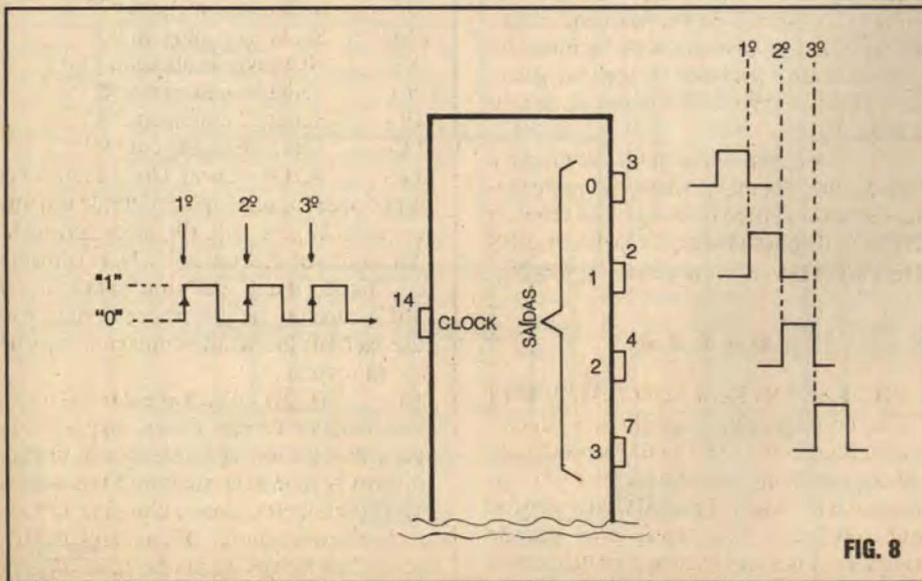

FIG. 8
- FIG. 8 - DETALHANDO O FUNCIONAMENTO DINÂMICO DO 4017... - "Lá dentro" do Integrado, as "coisas" se passam de forma bastante complexa... Já externamente, as manifestações e funcionamento do **4017** são simples e fáceis de compreender... À sua entrada de Clock são aplicados os *pulsos* (na forma de um "trem" de níveis alternados, "0" e "1" em Frequência de até uma dezena de Megahertz, ou ainda de forma "individual", pulso a pulso - veremos detalhes sobre a "geração" desses pulsos, na próxima "Aula"...) que devem ser contados/decodificados... A cada transição *ascendente*, ou seja: cada vez que o estado na Entrada passa de "0" para "1", o complexo arranjo interno do Integrado "reconhece" o *incremento de um número*, imediatamente indicando-o através da "positivação" (transição de "0" para "1" da Saída de Contagem correspondente, sempre *pela ordem numérica*...
Dessa forma, enquanto *nenhum* pulso for aplicado à Entrada (pino 14), estará em "1" apenas a *primeira* Saída (pino 3, correspondente ao "0" decimal...). Logo que seja aplicado o *primeiro* pulso, apenas se manifestará com "1" a *primeira* Saída (pino 2, correspondente ao "1" decimal...). No *segundo* pulso, o nível no pino 4 eleva-se para "1"... No *terceiro* pulso, é o pino 7 que passa a apresentar nível "1", e assim por diante, até que se manifeste em "1" apenas a Saída decimal "9" (no pino 11), e desde que os pulsos se sucedam sob as convenientes polarizações nos pinos de Reset (15) e de Clock Enable (13), já explicadas... Um ponto **importante** de se notar, desde logo, é que *apenas* a "Saída da vez", ou seja, **aquela selecionada pelo decodificador interno ao Integrado** em função da contagem realizada, é que fica em "1" a cada instante, permanecendo *todas* as outras *nove* Saídas em "0"... O que ocorre, em termos práticos e fáceis de entender, é um verdadeiro *sequenciamento*, com o momentâneo nível "1" como que "andando" ao longo das 10 Saídas, pela ordem numérica. à medida que a Entrada de Contagem vai recebendo os sucessivos pulsos... Observar que o diagrama da **FIG. 8** mostra apenas (para simplificar...) os eventos nas quatro primeiras Saídas, devendo o Leitor/Aluno raciocinar um pouco e considerar as "coisas" como progressivas, até a última Saída...